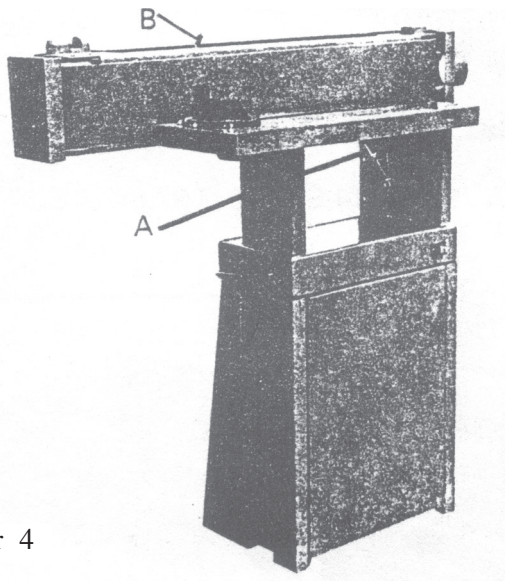

Figur 2
2. Montering af stativet, se Figur 2.